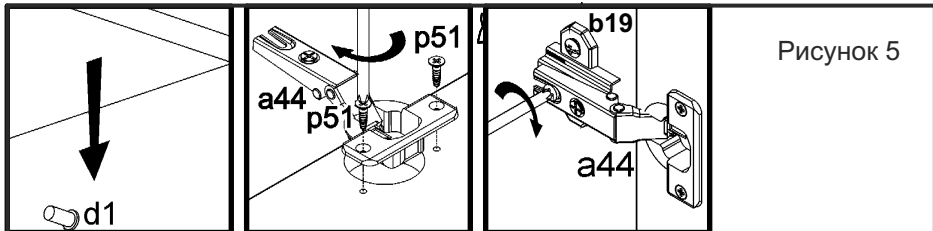

Рисунок 5
13. Положить двери **1, 2** фасадной поверхностью вниз на ровную поверхность и закрепить на них петли шарнирные **a44** шурупами **p51** (см. рис. 5).
14. Навесить двери **1, 2** на корпус тумбы, совместив петли шарнирные **a44** с ответными планками петель **b19**. При необходимости отрегулировать положение дверей, вращая регулировочные винты (см. рис. 5).